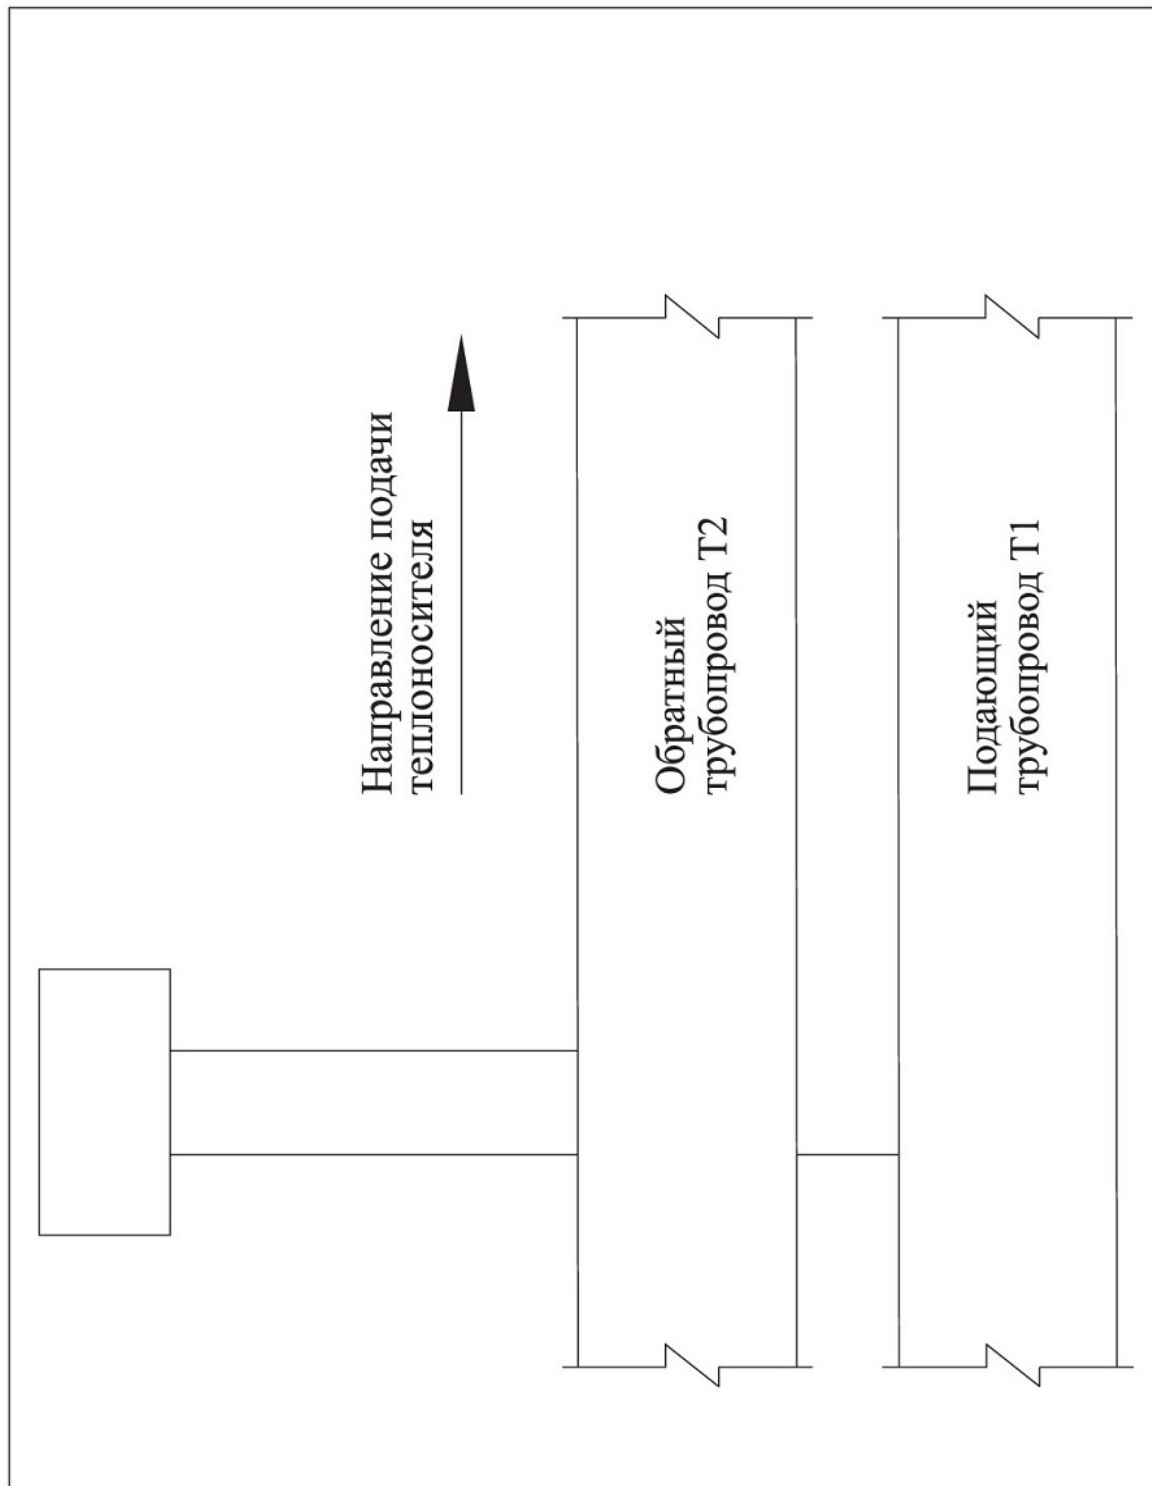
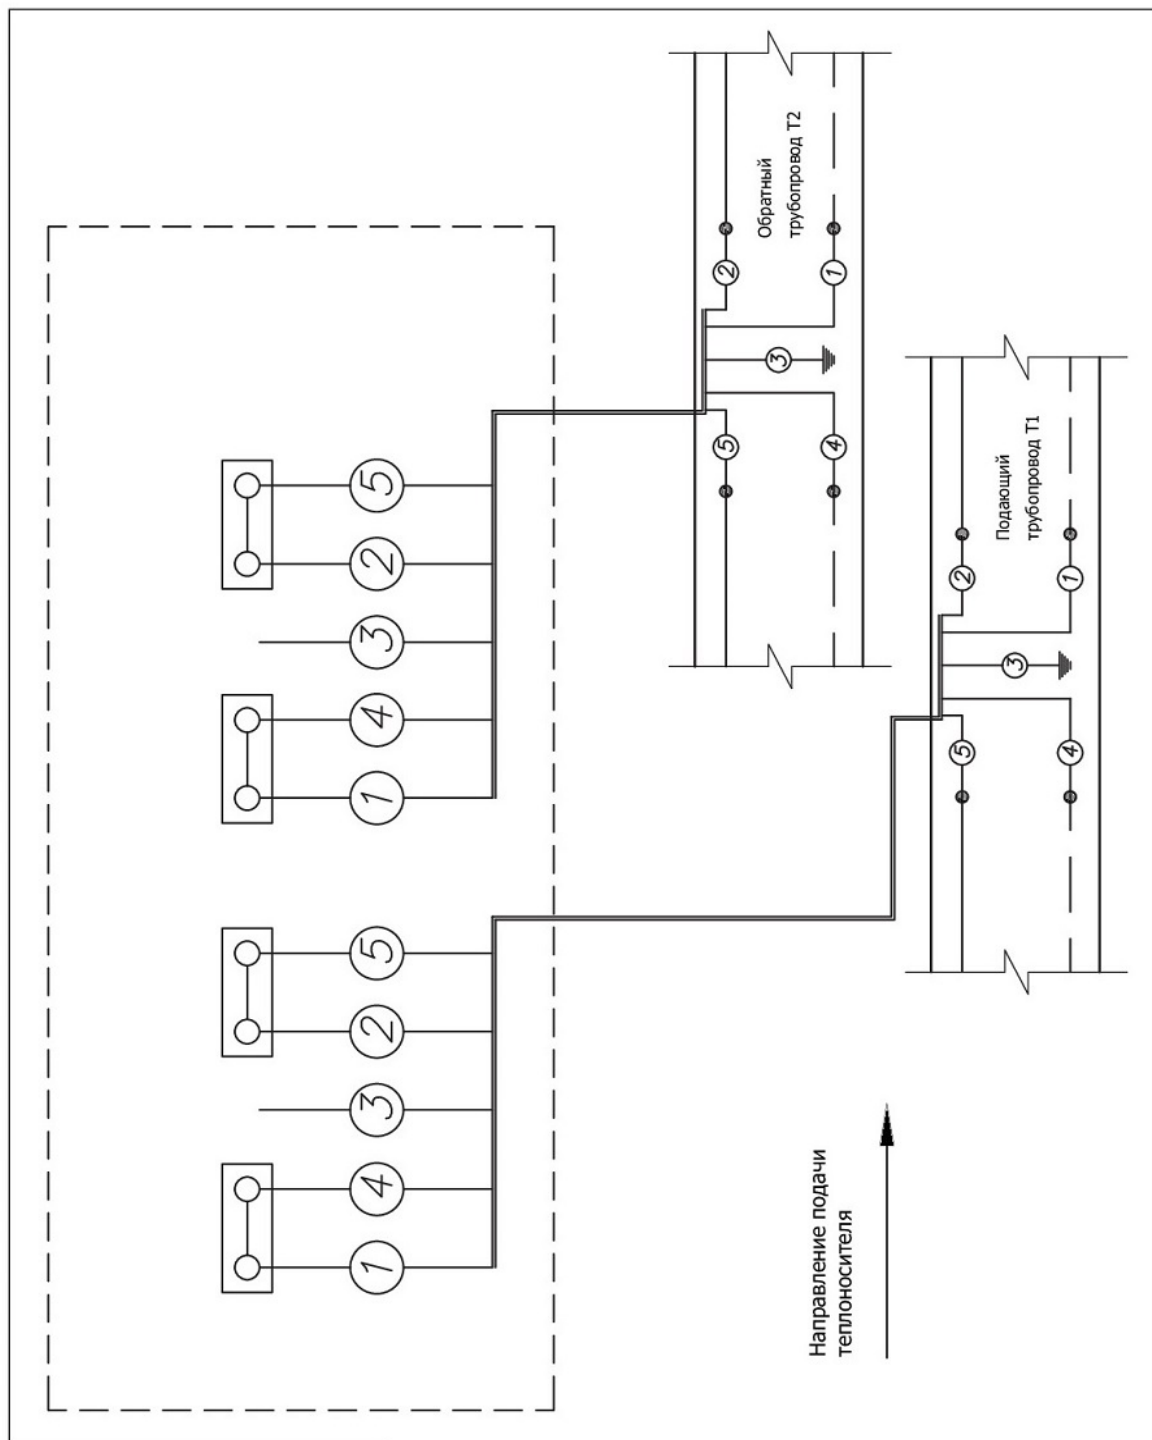
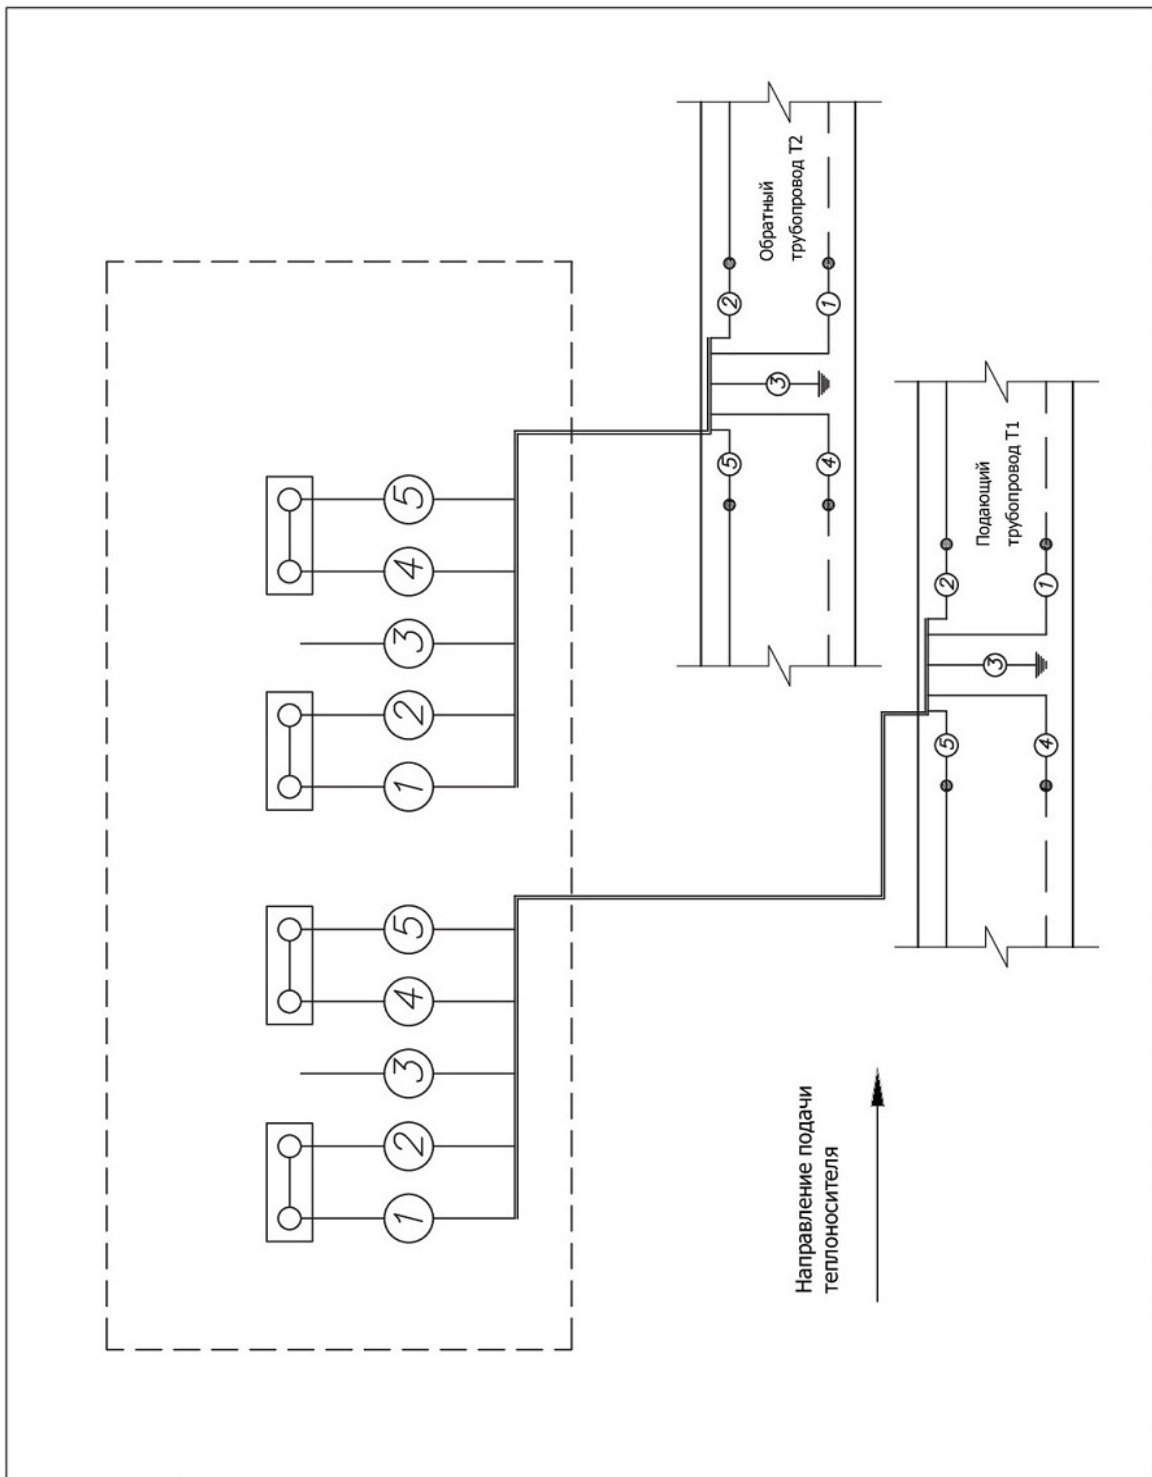
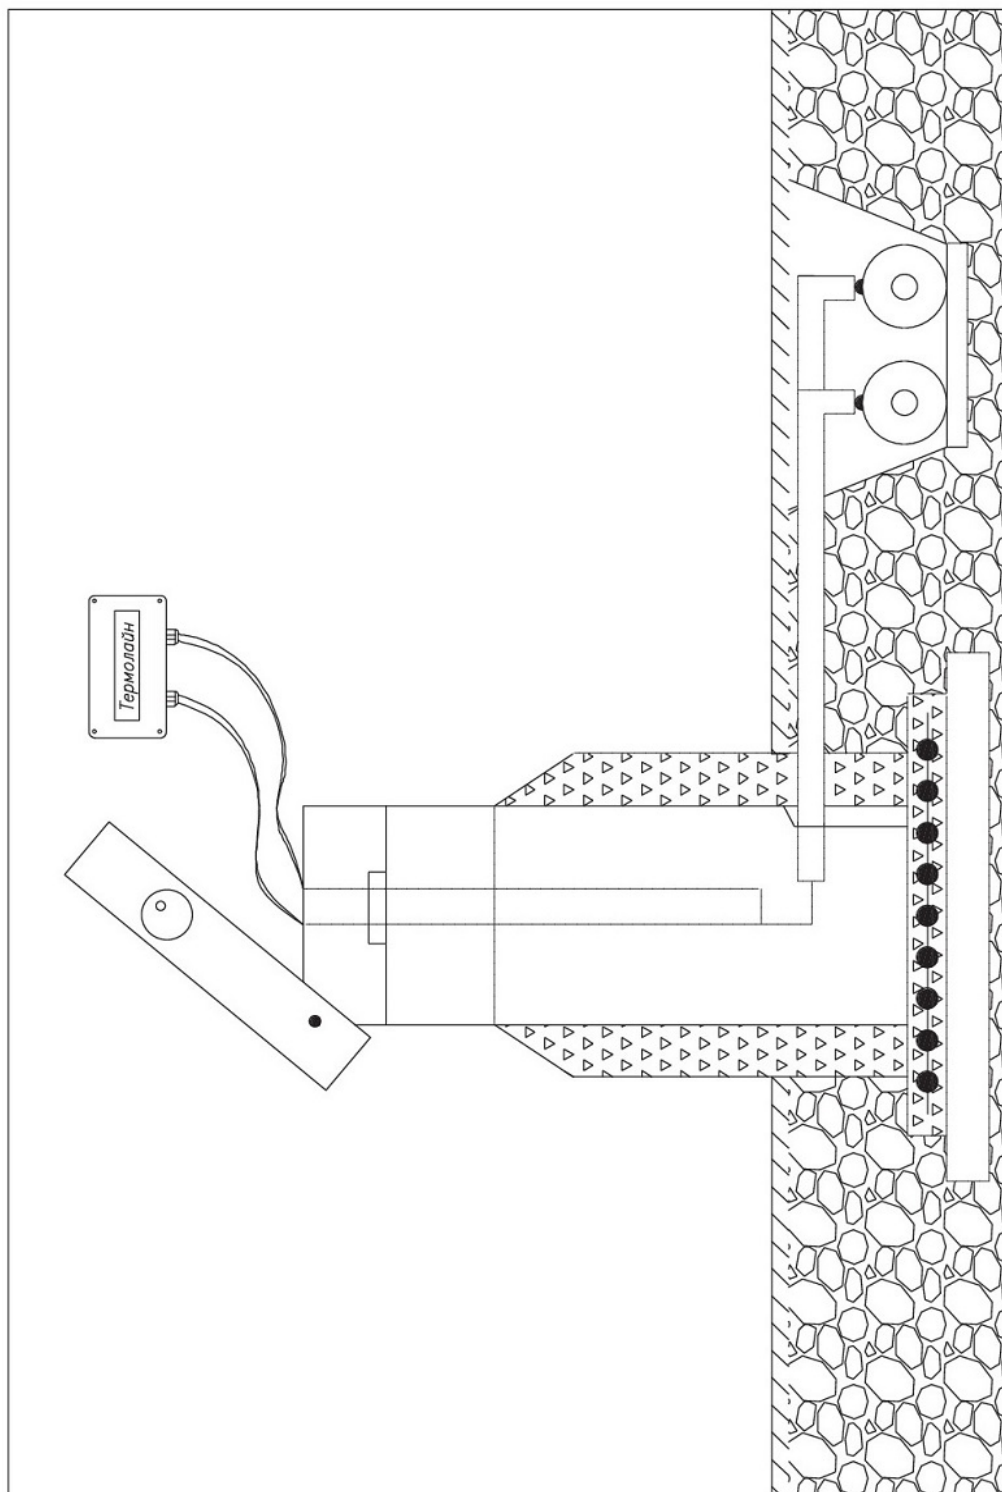

Рис. 2 Соединение и разъединение системы ОДК в промежуточной точке
Рис. 3 Соединение одной двухтрубной системы ОДК
Рис. 4 Разъединение/закольцовка одной двухтрубной системы ОДК
Рис. 5 Установка терминала в наземном ковре
- 2.1. Соединение одной двухтрубной системы ОДК в промежуточной точке контроля - **Рис. 2, 3**
- 2.2. Разъединение/закольцовка одной двухтрубной системы ОДК в промежуточной точке контроля - **Рис. 2, 4.**
на принципиальной схеме (Рис. 2)	на электрической схеме (Рис. 3, 4)
Подключение терминала к системе оперативного дистанционного контроля производить в соответствии с монтажной (Рис. 5) и электрическими схемами (Рис. 3, Рис. 4).
Порядок соединения проводов указан на электрических схемах – **Рис. 3, Рис. 4**
6. Для соединения системы ОДК монтаж проводников внутри терминала осуществлять по электрической схеме - **Рис. 3**.
7. Для разъединения/закольцовки системы ОДК монтаж проводников внутри терминала осуществлять по электрической схеме - **Рис. 4**.